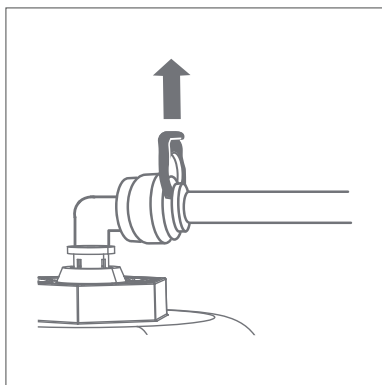

Рис. 16.
3. Отсоедините стопорную клипсу, фиксирующую цангу (рис. 16). Отсоедините трубку, удерживая цангу прижатой к корпусу (см. раздел «Отсоединение трубок» (стр. 9)). При необходимости отсоедините все трубки от корпуса мембраны и извлеките его из корпуса фильтра.